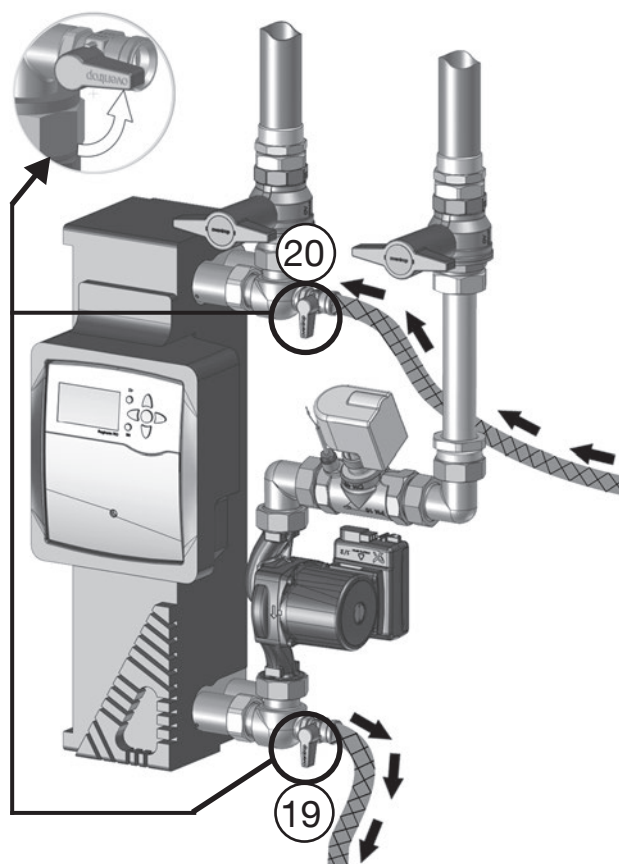

Fig. 5.14: Démarrer le rinçage de nettoyage du circuit primaire
5. Ouvrir les deux robinets à tournant sphérique lentement pour démarrer le rinçage (Fig. 5.14) qui doit durer au moins **cinq minutes.**